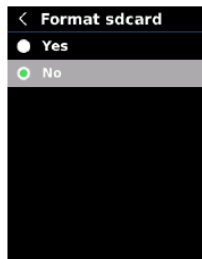

Fig. 25
2. Appuyez sur les boutons $\wedge$ et $\vee$ pour sélectionner "Yes" ou "No" (Fig. 25).